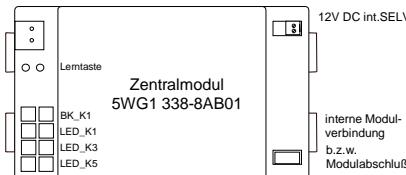

Bild 17: Steckerpositionen der Kanäle am Zentralmodul
Das vormontierte Zentralmodul (ZM) erlaubt den Anschluss von bis zu 6 Anzeigeelementen (LED\_K1... LED\_K6) und 2 Binärkontakte (BK\_K1, BK\_K2). Bild 17 zeigt die Steckerpositionen der einzelnen Kanäle.